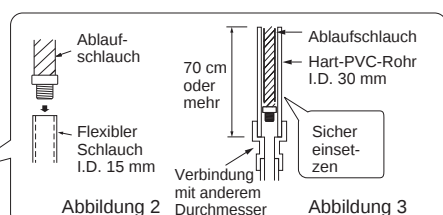

Abbildung 2
- Wenn der mit dem Innengerät mitgelieferte Ablaufschlauch zu kurz ist, verbinden Sie ihn mit einem beim Installationsfachmann erhältlichen Ablaufschlauch (I). (Abbildung 2)